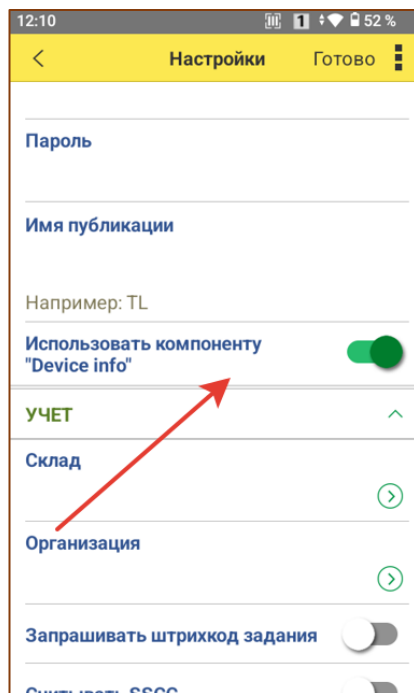

Рис. 5.17 – Компонента «DeviceInfo»
1. **Компонента «DeviceInfo».** Позволяет получить следующую информацию об устройстве, необходимую для получения лицензии (Рис. 5.17).